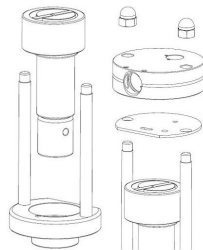

fig. 23
- Posizionare la camma a disco (osservare l'arresto) e poi la testa della valvola. (fig. 23)